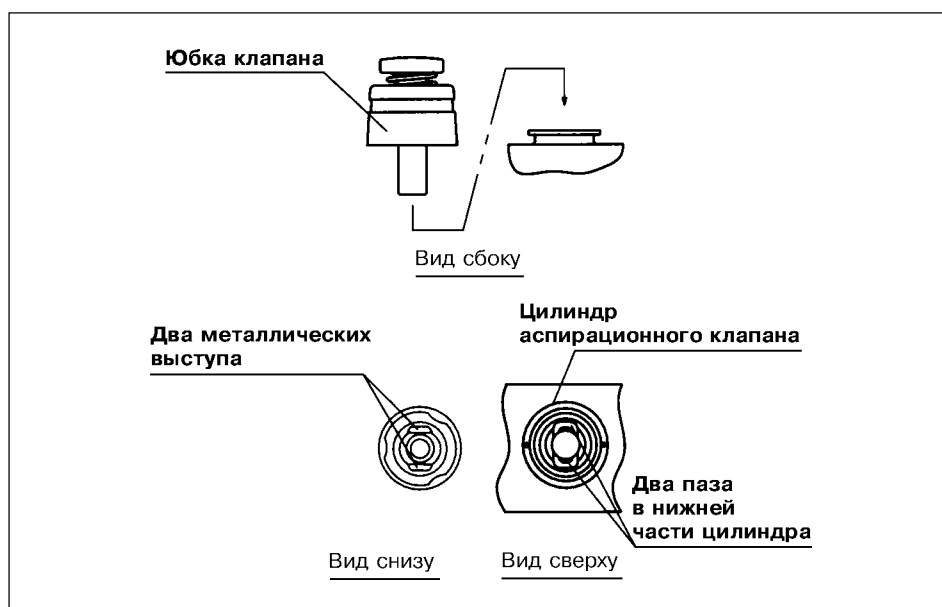

Рис. 3.7
2. Вставьте аспирационный клапан в отверстие цилиндра аспирационного клапана на эндоскопе (см. рис. 3.7 и 3.8). Убедитесь, что клапан полностью соответствует размерам цилиндра, без зазоров и вздутия юбки клапана.